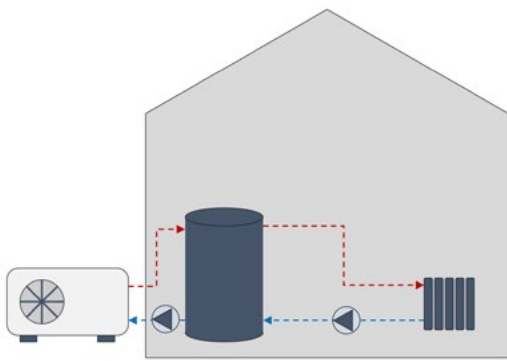

Abb. 2: Schematische Darstellung der parallelen Einbindung eines Pufferspeichers. Quelle: HEAT GmbH ©
1. Hersteller bieten am häufigsten die **parallele Einbindung** (*siehe Abb. 2*) an, doch die Integration von zwei getrennten hydraulischen Kreisläufen für Vor- und Rücklauf kann die Energieeffizienz bei der Nutzung einer Wärmepumpe beeinträchtigen. Durch die Mischung von kaltem und warmem Wasser im Pufferspeicher muss die Wärmepumpe eine höhere Vorlauftemperatur bereitstellen, um die geforderte